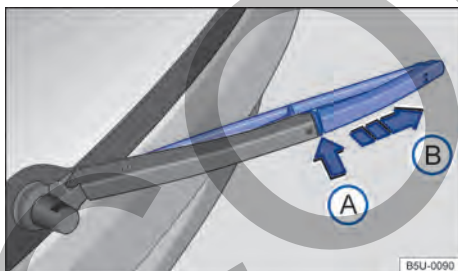

Fig. 127 Sustituir la escobilla del limpiaviento.
- Mantener presionada la tecla de desbloqueo → fig. 127 ❶.
- Retirar la escobilla del limpiaviento en el sentido de la flecha ❷.